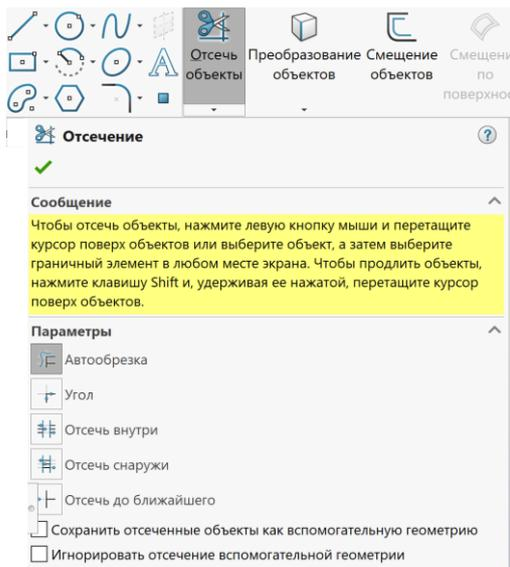
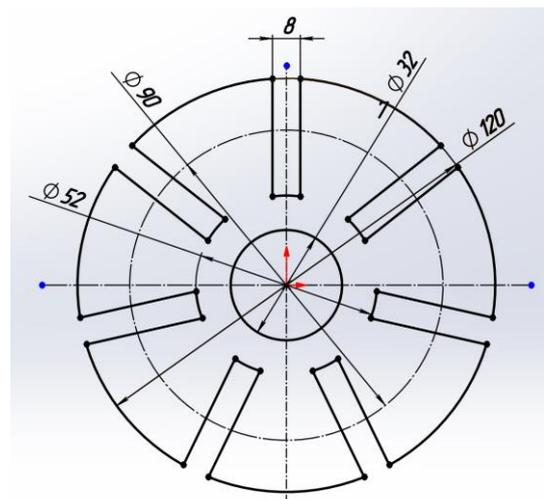

Рисунок 2.13 – Відсікти об'єкти
Рисунок 2.14 – Отриманий результат
9. Відсікаємо зайві лінії за допомогою інструменту **Відсікти об'єкти** (рис. 2.13). Затиснувши ліву кнопку миші, тягнемо скрізь контур, який потрібно видалити. Результат видалення (рис. 2.14).